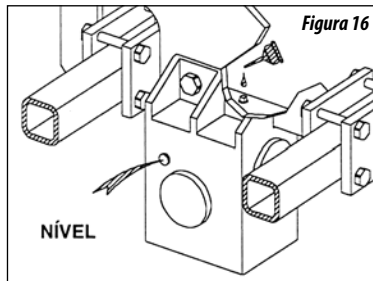

Figura 16
- 01 - Verifique o nível de óleo do redutor, figura 16 diariamente e complete sempre que necessário.